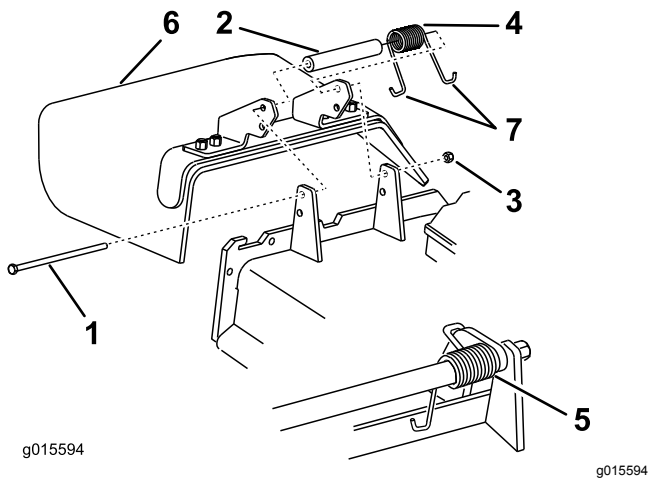

Bild 108
1. Entfernen Sie die Sicherungsmutter, Schraube, Feder und das Distanzstück, mit denen das Ablenklech an den Schwenkhalterungen befestigt ist (Bild 108).
- Entfernen Sie defekte oder abgenutzte Ablenkmale (Bild 108).
Hinweis: Stellen Sie sicher, dass sich das J-Ende der Feder hinter der Mähwerkkannte befindet, bevor Sie die Schraube einsetzen, wie in Bild 108 abgebildet.
- Führen Sie das J-förmige Hakenende der Feder um das Ablenkmale (Bild 108).